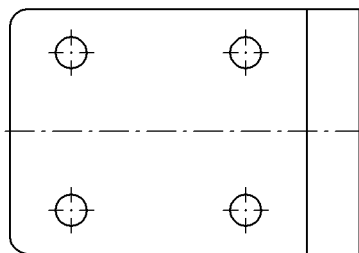

Рис. 54.18.
- Осевая линия будет построена (рис. 54.18).